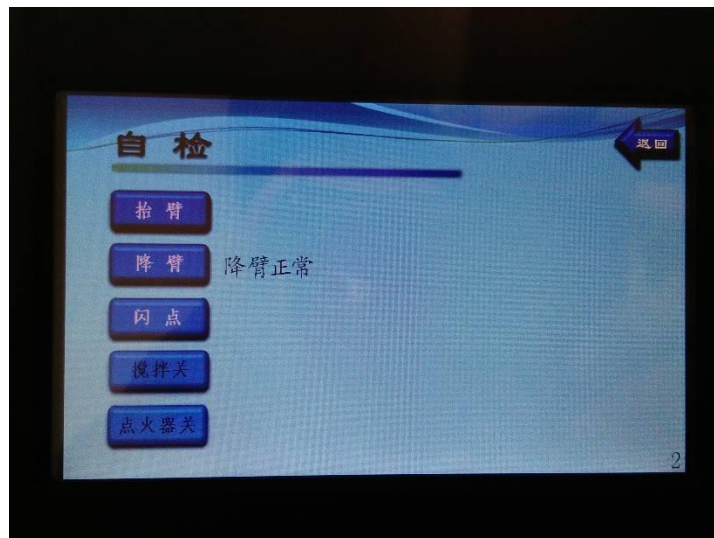

图 4
(3) 按（自检）键，进入自检界面；见图 4，按（抬臂）键，升降臂上升到限位高度时自动停止。